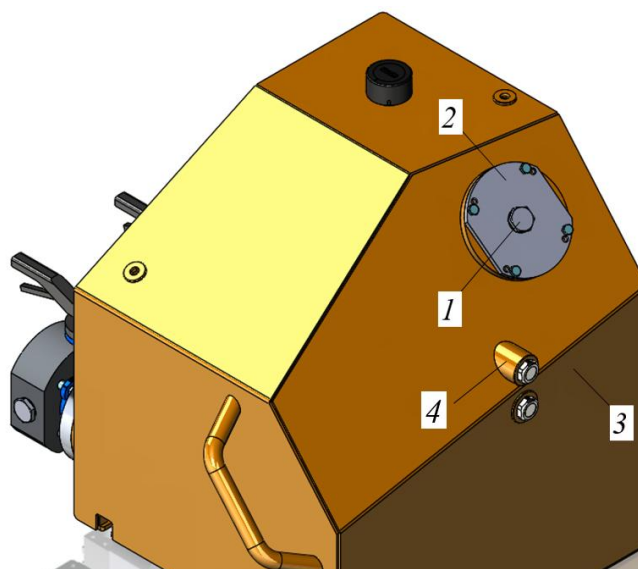

Рисунок 5.47. Гидравлический бак
- Отвернуть пробку 1 на крышке фильтра сливной линии 2, предварительно очистив рабочую зону и область рядом с крышкой от загрязнений, рис. 5.47.
► Навернуть пробку 1 на крышке фильтра 2, рис. 5.47.
- ▶ Через фильтр в линии слива заправить бак гидравлическим маслом. Заправку производить до середины верхнего смотрового окна 4, см. рис. 5.47.